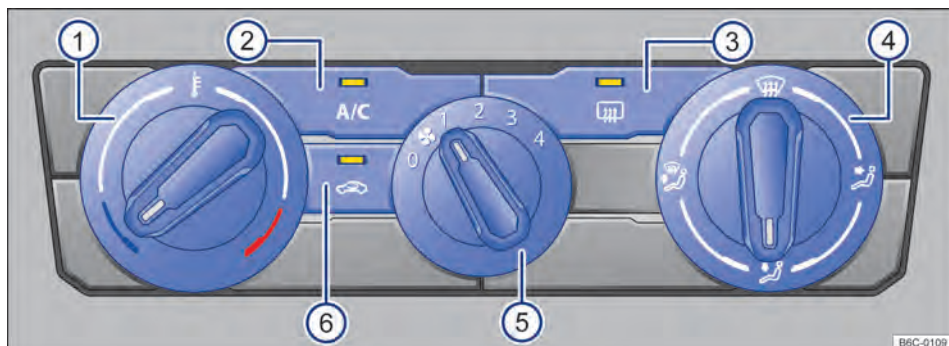

Fig. 84 Mandos del aire acondicionado.
- **Aire acondicionado:** girar el regulador del ventilador al nivel **0** → fig. 84 (5).
- **Aire acondicionado:** presionar la tecla **A/C** → fig. 84 (2) para conectar y desconectar el funcionamiento de la refrigeración.
- *Aire acondicionado*: girar el regulador rotativo izquierdo → fig. 84 ①.
- *Aire acondicionado*: girar el regulador del ventilador → fig. 84 ⑤.
- *Aire acondicionado*: presionar la tecla  → fig. 84 ⑥.
- *Aire acondicionado*: girar el regulador de la derecha → fig. 84 ④ a la posición deseada.
- *Aire acondicionado*: girar el regulador derecho a la ubicación  → fig. 84 ④.
- *Aire acondicionado*: presionar la tecla  → fig. 84 ③.